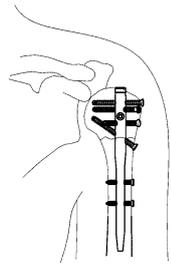

図7
- 6) エンドキャップ挿入後、インプラントの状態を正面像及び側面像で確認し、縫合して手術を終了します。(図7)